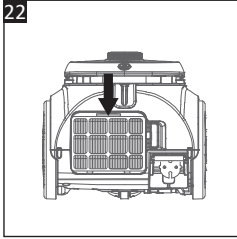

Рис. 22
3. Натисніть на язичок у верхній частині вихідного повітряного фільтра (24), щоб зняти його з пилососа (рис. 22).